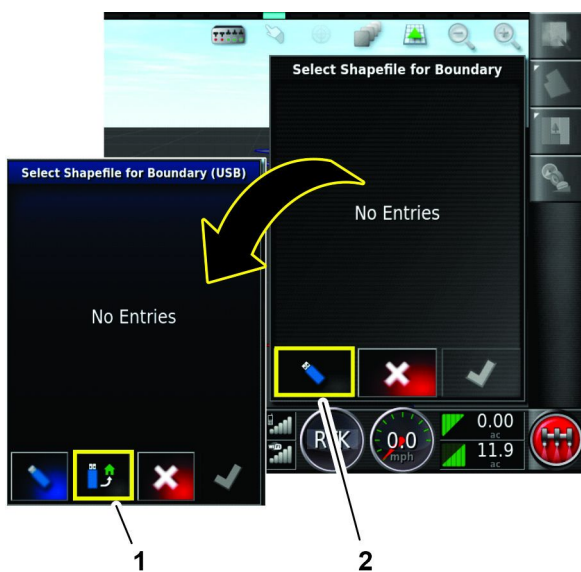

Figura 74
5. En el cuadro de diálogo Seleccionar archivo de formas para perímetros, pulse el icono CAMBIAR A DISPOSITIVO USB (Figura 74).
6. En el cuadro de diálogo Seleccionar archivo de forma para perímetro (USB), presione el icono IMPORTAR DESDE DISPOSITIVO USB (Figura 74).